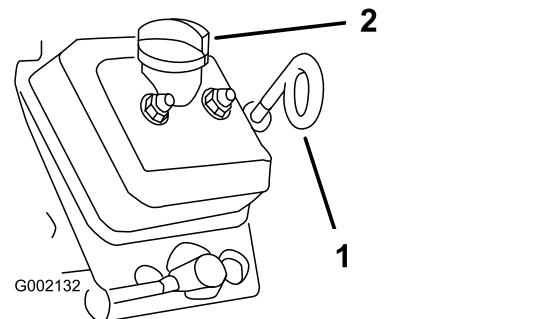

图 32
3. 用抹布清洁量油尺和加油颈盖 图 32周围的区域防止灰尘落入量油尺管道或加油颈并损坏发动机。
4. 取出量油尺并擦拭干净 图 32。
5. 将量油尺滑入量油尺管道中并确保它完全插入 图 32。
- 安装加油颈盖图32。
- 安装量油尺并固定到位图32。